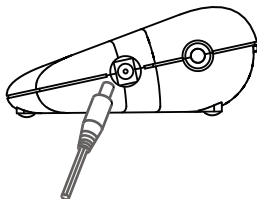

Figura 1. Conexión del enchufe del adaptador al indicador.
- Conecte el enchufe redondo del adaptador de corriente alterna a la toma de entrada de corriente al lado de la caja del indicador. Vea la Figura 1.